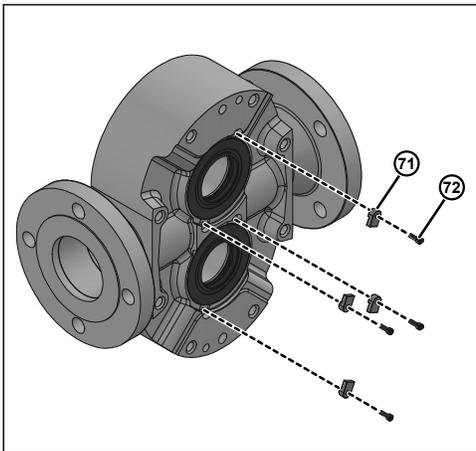

Ilustración 118 - Instalar los tornillos y la lengüeta de retención
5. Instale toda la lengüeta de retención (71) y los pernos de retención (72) en el cuerpo de la bomba, como se muestra en la Ilustración 118. Esto es *aplicable al modelo 006-130*.